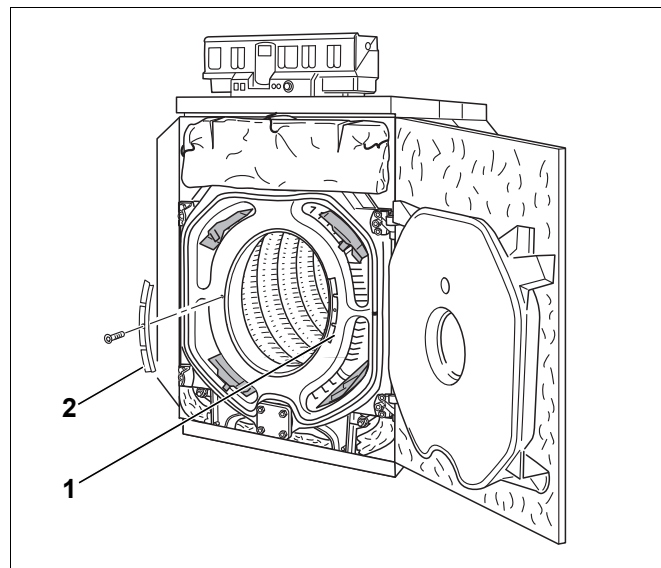
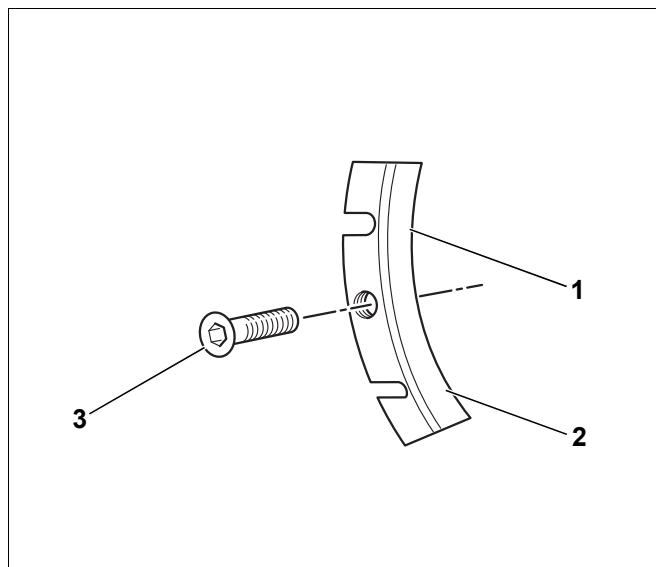

Рис. 68 Расположение стопорных пластин дымовых газов
Рис. 69 Стопорная пластина дымовых газов
- ▶ Отверните винты с внутренним шестигранником в стопорных пластинах дымовых газов и удалите стопорные пластины слева и справа (рис. 68, [1] и [2]).
- ▶ Отверните винты с внутренним шестигранником (рис. 69, [3]) в стопорных пластинах дымовых газов и удалите стопорные пластины слева и справа (рис. 68, [1] и [2]).
- ▶ Уложите стопорные пластины на какую-либо подставку вырезами (рис. 69, [1] и [2]) вверх. Молотком отбейте один сегмент правой и левой стопорных пластин дымовых газов.